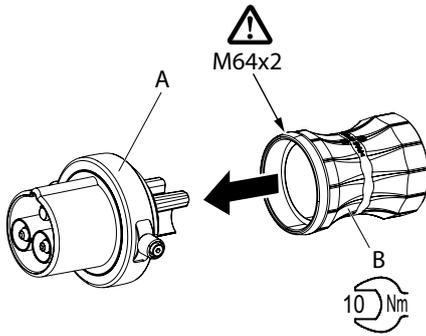

Abb. 46:
1. Vor der Montage das Endgehäuse (B) vom losen Ende her auf die vorhandenen Kabelstränge auffädeln.
2. Endgehäuse (B) auf Steckergehäuse (A) aufschrauben (**Abb. 46**).